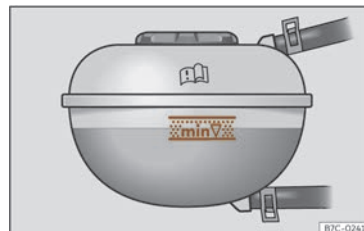

Abb. 222 Im Frontraum: Markierung am Kühlmittelausgleichsbehälter.
- Überprüfen Sie bei kaltem Motor den Kühlmittelstand an den seitlichen Markierungen des Ausgleichsbehälters >>> (Abb. 222). Der Kühlmittelstand muss zwischen den Markierungen liegen.
- Der Kühlmittelstand muss sich zwischen den Markierungen des Ausgleichsbehälters befinden >>> (Abb. 222). **Nicht über die Oberkante des markierten Bereichs auffüllen** >>> .
- Das Kühlmittel darf beim Auffüllen die Oberkante des markierten Bereichs nicht überschreiten >>> (Abb. 222). Andernfalls kann überschüssige Flüssigkeit bei steigender Temperatur aus dem Motorkühlsystem ausgestoßen werden und Schäden verursachen.